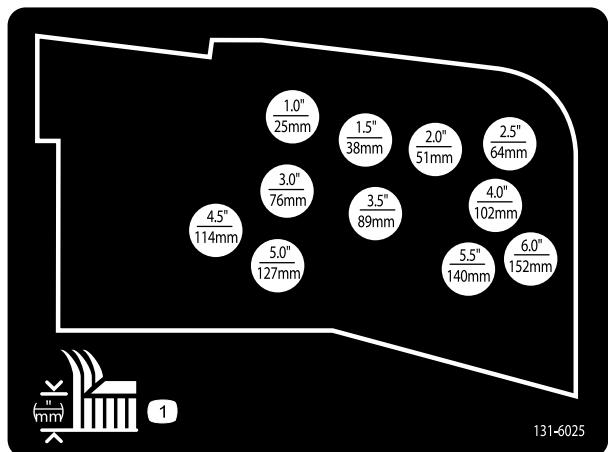

Figura 24
- Monte las cadenas de altura de corte en el taladro de altura de corte deseado con el pasador y el pasador de horquilla (Figura 24).